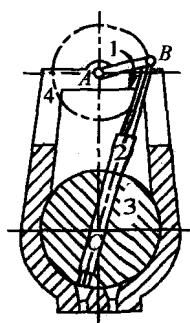

图 2-1
**例 2.1** 计算图 2-1 所示油泵的机构运动简图, 图中  $l_{AB} = 120\text{mm}$ ,  $l_{AC} = 400\text{mm}$ 。